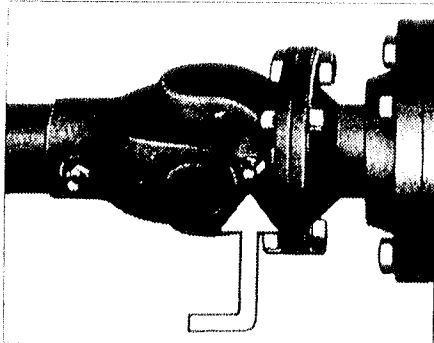

Abb. 52
27. Die Gelenke der Kraftübertragung sind alle 8000 km zu schmieren. Schmiernippel gut säubern und Abschmierfett einpressen (Abb. 52).